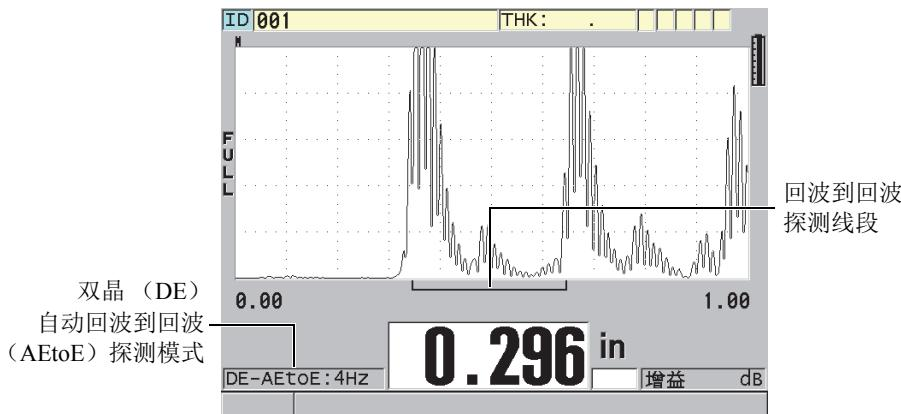

图 5-13 在自动回波到回波探测模式下进行测量
**DE-AEtoE**（双晶自动回波到回波）指示器出现在厚度读数的左侧。三角形指示器换作一条回波到回波探测线段，明确标出用于测量厚度的两个底面回波（参见第 75 页的图 5-13）。回波高度被自动调整到预置水平。